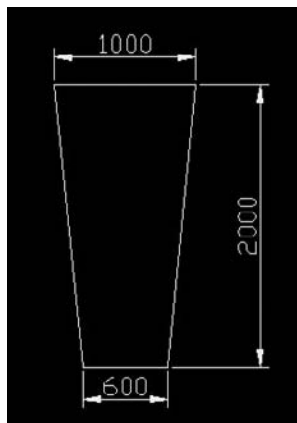

Fig.19.6
- 1 Créez le contour de l'immeuble à l'aide d'une polyligne (fig.19.6).